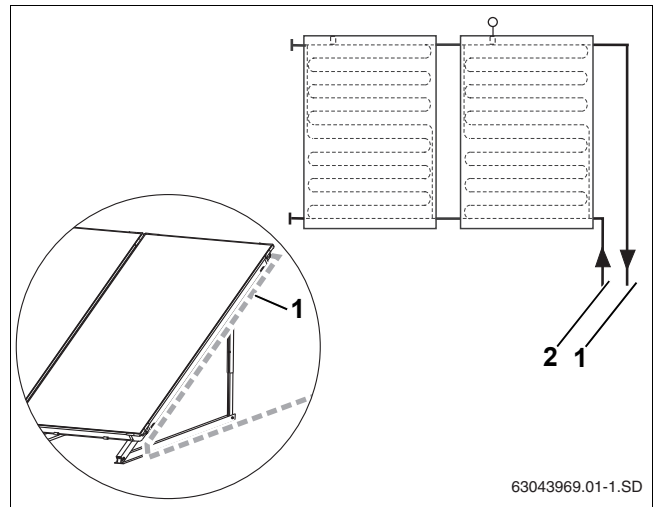

Рис. 55 Подвод сборных линий к полю коллектора
- ▶ Проведите подающую линию заказчика (рис. 55, [1]) вдоль коллектора, а не вертикально вниз.